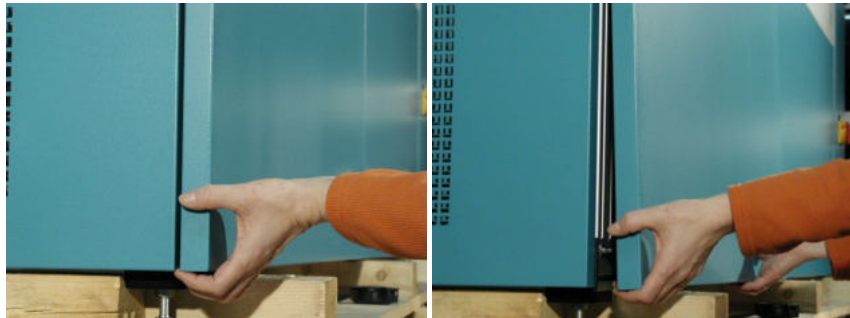

Abbildung 46: Entfernen des Verkleidungsbleches der CDF-Anlage.
Der Aggregateteil ist durch das Entfernen der Verkleidungsbleche zugänglich. Diese sind mit Federlaschen befestigt. Zum Entfernen eines Verkleidungsbleches greifen Sie das Blech von unten und ziehen Sie ruckartig nach außen (Abb. 46).
- Entfernen Sie die Seitenabdeckung der Anlage (siehe Abb. 46).